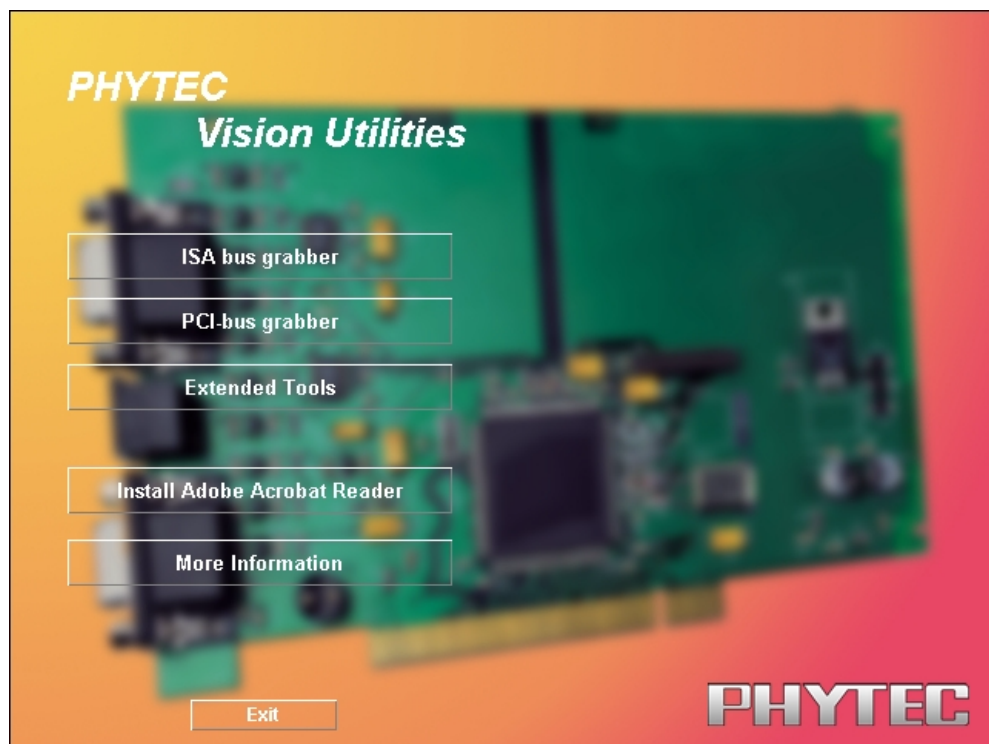

Bild 20: PHYTEC Installationsmenü
- Im erscheinenden Installationsmenü (siehe Bild 20) wählen Sie *PCI-bus grabber* aus.